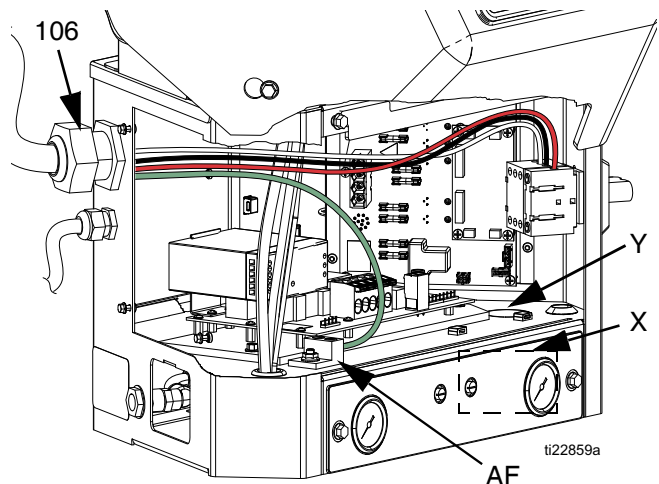

ABB. 13
HINWEIS: Die installierte Zugenlastungsbuchse (106) fasst ein Netzkabel mit 18-32 mm (0,708-1,260") AD. Siehe ABB. 13. Bei Bedarf einen Schlüssel zum Festziehen der Zugenlastungsbuchse verwenden, bis diese fest am Kabel sitzt.
4. Das Netzkabel durch die Zugenlastungsbuchse (106) des Schaltkastens einführen. Siehe ABB. 13.
- a. Alternative Verlegung des Netzkabels: das Kabel in Kabelschläuchen von der Zugangsöffnung (X) durch das Loch (Y) führen. Kabelschlauch erforderlich, wenn Drähte in der Nähe von Druckluftkomponenten verlegt werden.
6. Erdungskabel an der Masseverbindung (AF) anschließen. Siehe ABB. 13.